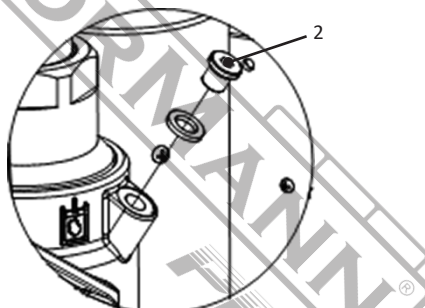

Fig. 20
2. Îndepărtați șurubul (2) de la orificiul de umplere cu ulei cu o cheie hexagonală nr. 5 hexagonală. Capacitatea de ulei este de 250 ml. (Fig. 20)